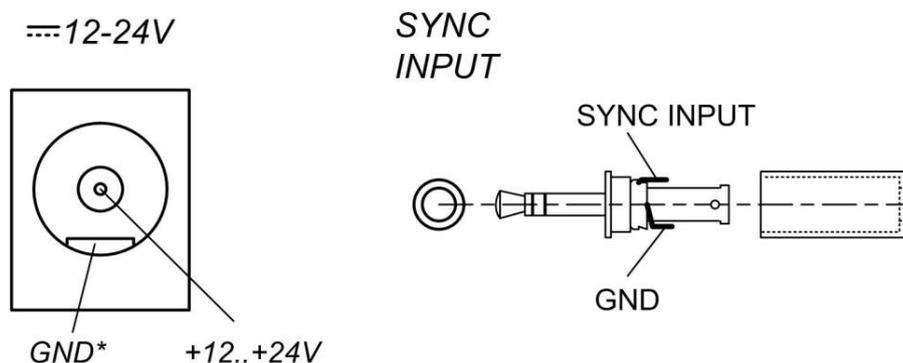

Рис. 3-6. Разъём внешнего питания и синхронизации крейта LTR-U-1-4
- разъём синхронизации (кабельная часть разъёма синхронизации – в комплекте поставки крейта, п. 2.4), рис. 3-6. Сигнал синхронизации SYNC INPUT транслируется непосредственно на вход прерывания ARM-контроллера крейта (п. 4.3)
- разъём внешнего питания $=12-24\text{ V}$ (адаптер от сети $\sim 220\text{ V}$, а также запасная кабельная часть разъёма питания – в комплекте поставки крейта, п. 2.4), рис. 3-6.